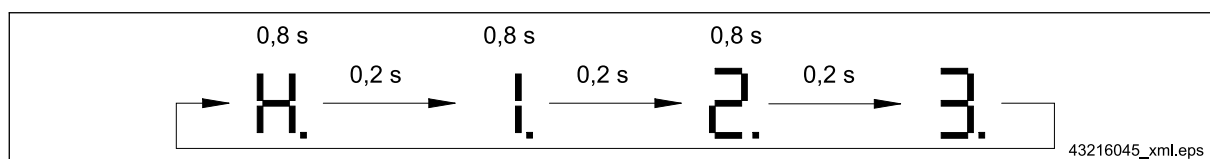

Abb. 8 Beispiel: 123 Betriebsstunden
- Betriebsstunden  $\Rightarrow$  Abb. 8, Seite 28,